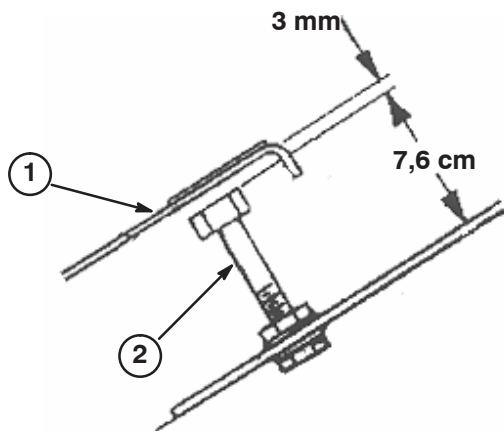

**Bild 57**
1. Stellen Sie den Bowdenzug ein (Bild 57) sodass der Fliehkraftregler am Motor die Einstellschraube für die niedrige und hohe Geschwindigkeit berührt, bevor der Fahrtriebshebel die Kerbe im Armaturenbrett berührt.